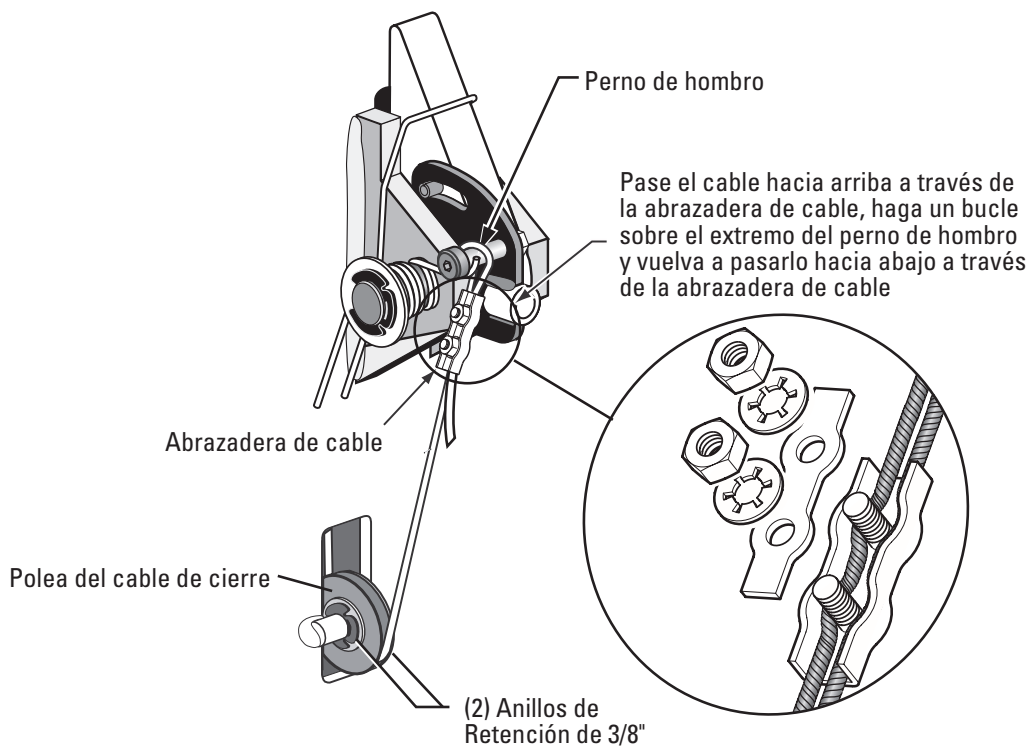

Fig. 19
- G) Baje el cable por el interior de la columna izquierda y pase el extremo del cable por la ranura de la polea del cable del pestillo inferior, de modo que el cable vuelva ahora a quedar fuera de la columna, Fig. 19.
- H) Instale la polea del cable del cierre y mantenga los anillos de retención en la ranura inferior de la columna que no sea la de la unidad de alimentación como se muestra, Fig. 19.
- I) Dirija el cable por debajo del lado inferior de la polea del cable del cierre, Fig. 19.
- K) Inserte el cable en la abrazadera del cable a lo largo de un lado, arróllelo alrededor del tornillo y diríjalo de nuevo hacia abajo, insertando el cable a lo largo del otro lado de la abrazadera del cable, Fig. 19. Coloque la parte superior trasera sobre la abrazadera, apretándola ligeramente.
- L) A continuación, tire hacia abajo de la placa de control, Fig. 18 y Fig. 19, para eliminar cualquier espacio entre la ranura de la placa de control y el pasador del perro de cierre, Fig. 18.